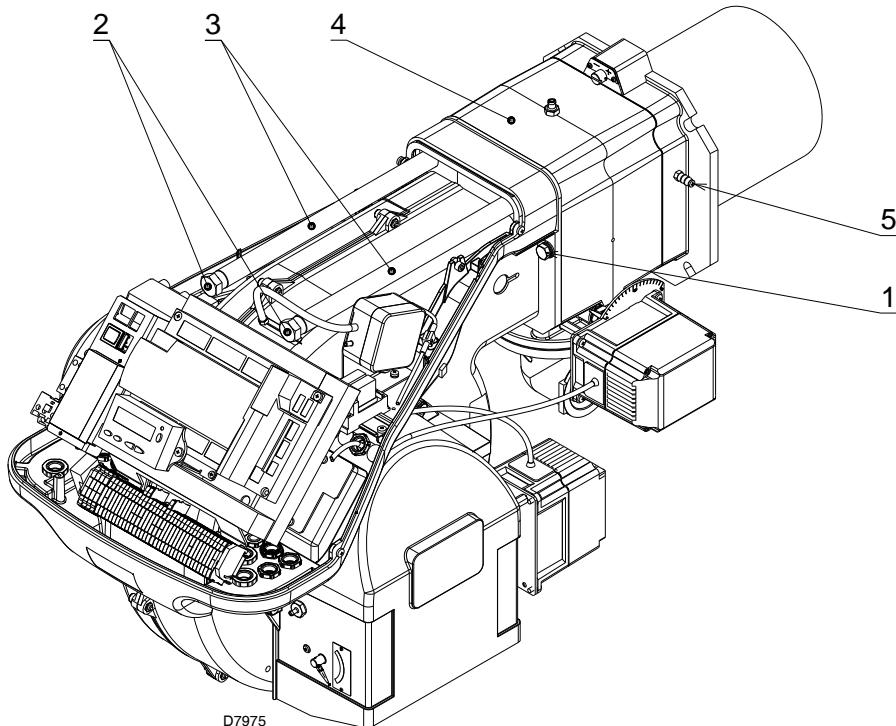

图 20
- 插好探针及电极电缆，然后将燃烧器推至接触多歧管，如图 20